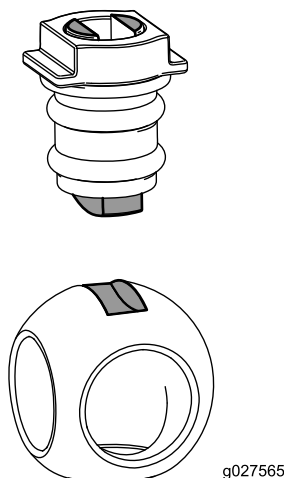

Figura 108
6. Inserte la bola en el cuerpo de la válvula (**Figura 108**).
Nota: El vástago de la válvula debe encajar en la ranura de accionamiento de la bola. Si el vástago de la válvula no encaja, ajuste la posición de la bola (**Figura 108**).